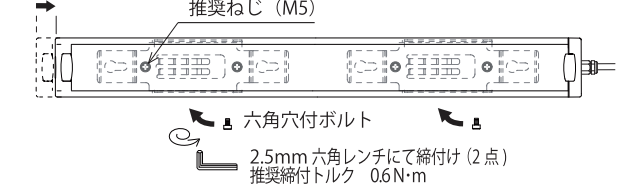

図7.スライド取付け-2
- また、標準取付ブラケットに本体を取付けの際、スライド取付けとなりますので、本体長手方向両端に 12mm以上の空間が必要です。〔図4.スライド取付け-1、図7.スライド取付け-2参照〕